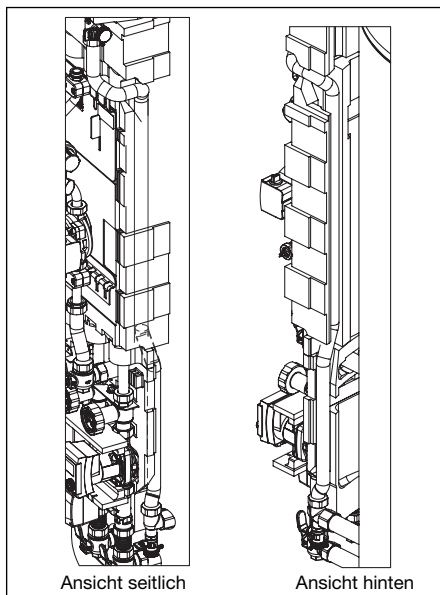

Abb. 21 Montage Metallwellrohr Solarrücklauf
- Es ist darauf zu achten, dass das Metallwellrohr zwischen Speicherwärmedämmung und Wärmedämmung der Heizkreis-gruppe verlegt ist und bei Aufbringen der Oberschale vollständig verdeckt wird (Abb. 21)